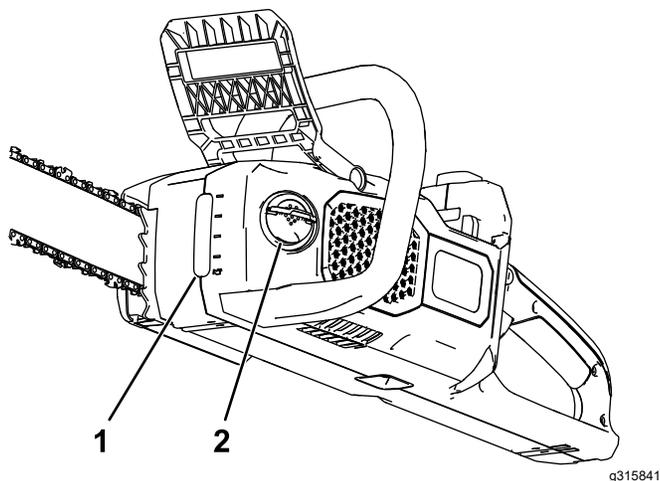

図 24
2. ウィンドウからオイルレベルをチェックする。オイルがウィンドウまで達しない場合は、必要に応じてバーとチェーンオイルを補充します **図 24**。
4. 燃料タンクのキャップ周りを清掃します **図 24**。
5. オイルキャップタブの蝶ナットタブを広げてキャップを外し、バーとチェーンオイルをチェーンソーに注ぎ、タンクにオイルが満たされるまで続けます **図 24**。